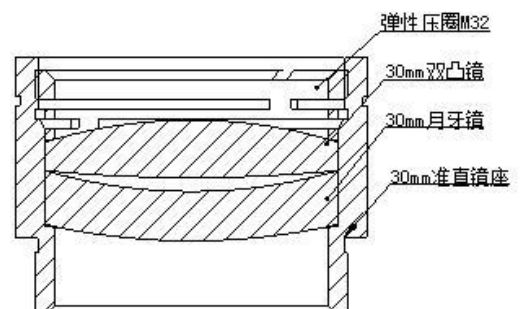

图 12 100 准直 30 月牙镜片安装示意
- 如图 12 所示按顺序重新组装好准直镜组件，注意弹簧压圈适当用力旋紧，并重新旋进 FRA 组件中；